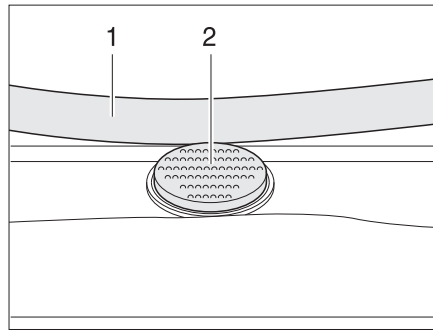

Fig. 69 Botón de seguridad en la claraboya Heki
- Pulsar el botón de seguridad (Fig. 69,2) y tirar la horquilla (Fig. 69,1) hacia abajo con ambas manos.
- Presionar el estribo hacia arriba con ambas manos hasta que la horquilla se encuentre encima del botón de seguridad (Fig. 69,2).